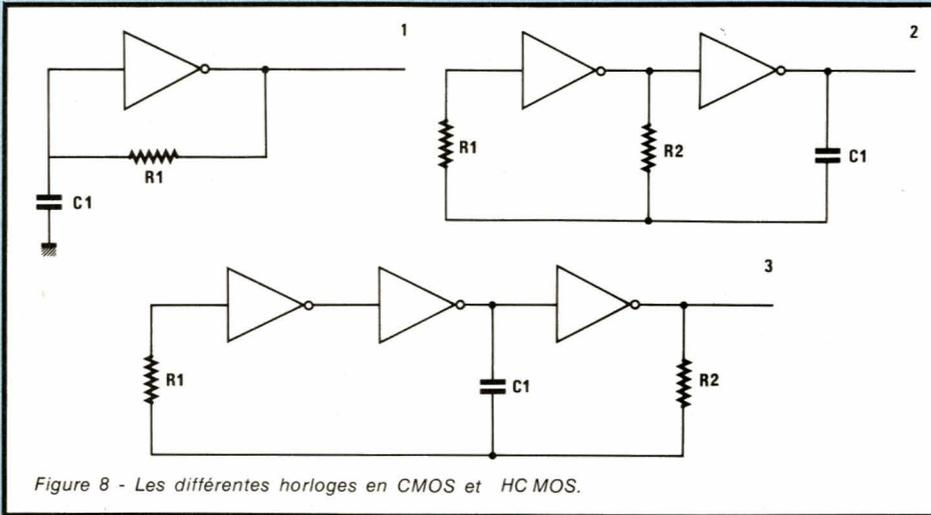

Figure 8 - Les différentes horloges en CMOS et HCMOS.
Le schéma de la figure 8 nous montre trois types d'oscillateurs bâtis autour de portes CMOS.
- Les oscillogrammes 1 à 9 montrent les résultats obtenus avec l'oscillateur de la figure 8 (3) pour différentes valeurs de la capacité.